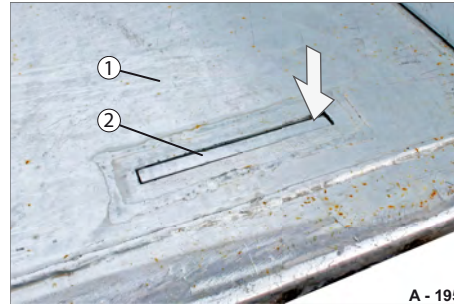

Abb. 207 Schwert-Zurrbügel versenkt
- ▶ Drücken Sie den Schwert-Zurrbügel (Abb. 207/2) von der Ecke aus, nach unten und ziehen Sie diesen von der anderen Seite heraus.